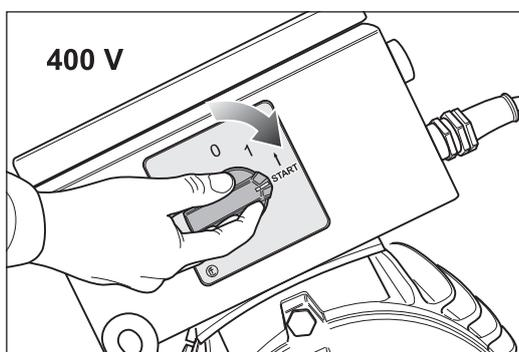
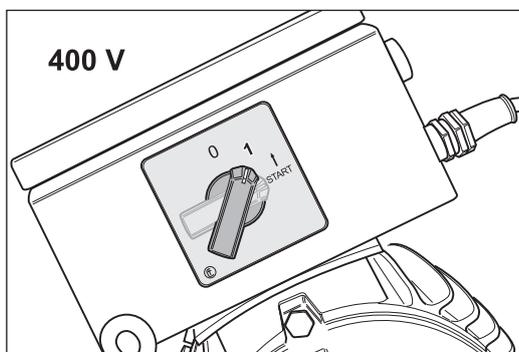

Abb. 13 Zum Einschalten den Schalterknopf am Motor auf die Position -START- drehen.
Abb. 14 Nach Anlauf des Motors den Schalterknopf loslassen. Er nimmt automatisch die Position -1- ein.
- 2 Drehen Sie zum Einschalten der Maschine den Schalterknopf am Motor auf die Position -START- (Abb. 13) und lassen Sie nach Anlauf des Motors den Schalterknopf los. Er nimmt automatisch die Position -1- ein (Abb. 14).